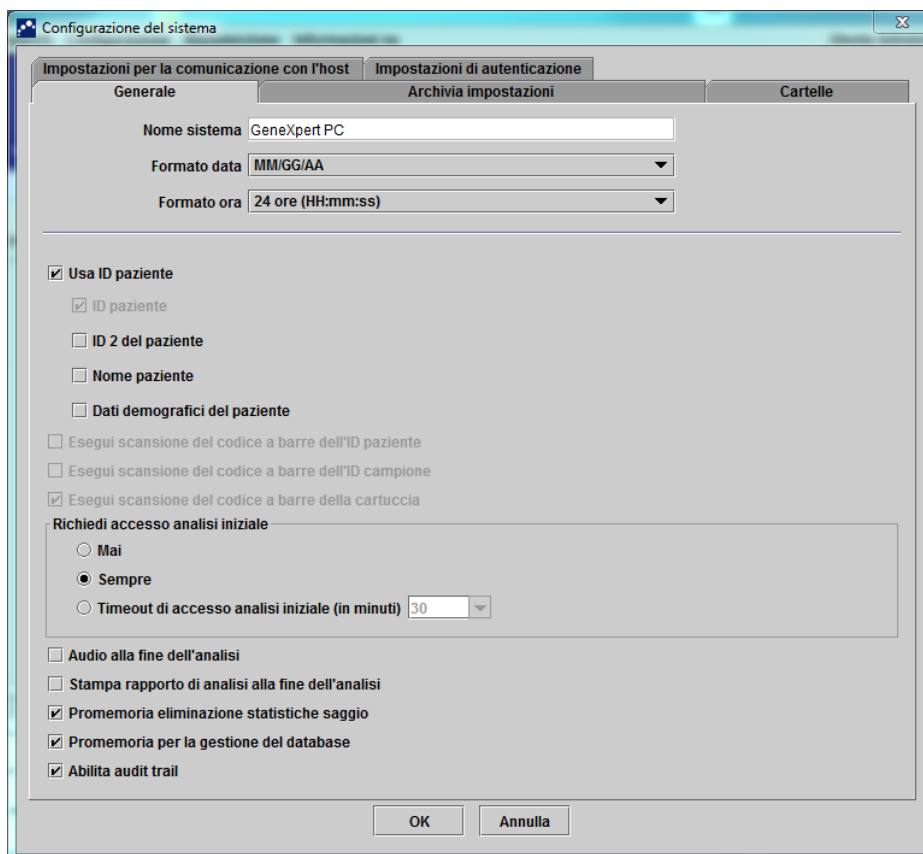

Figura 2-77. Finestra di dialogo Configurazione del sistema, scheda Generale
1. Nella finestra GeneXpert Dx System (vedere la Figura 2-55), fare clic su **Configurazione** sulla barra dei menu, quindi fare clic su **Configurazione del sistema**. Verrà visualizzata la finestra di dialogo Configurazione del sistema con la scheda **Generale**. Vedere la Figura 2-77.